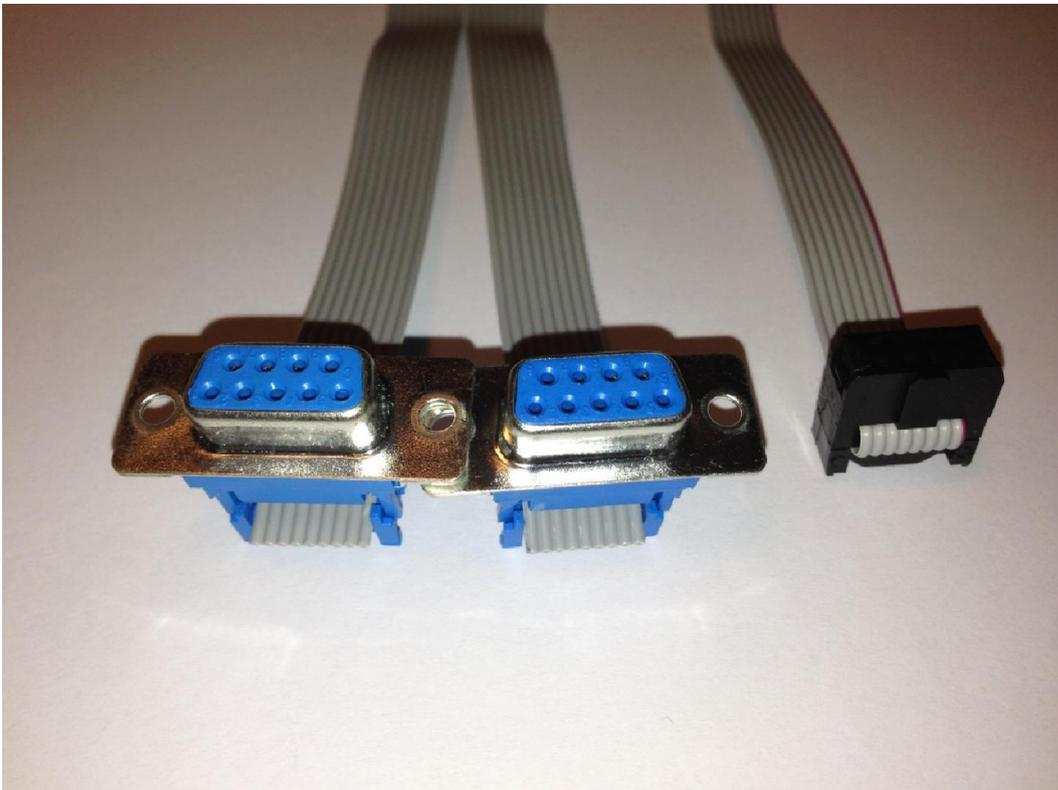

Bild 33
7.17. Die beiden Buchsen, wie in Bild 33 zu sehen, auf die beiden Kabelenden ziehen.....